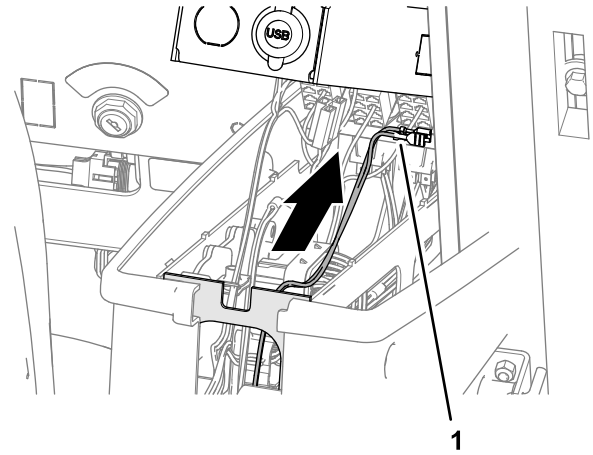

Figura 99
3. Enrute la rama del arnés de cables marcada REMOTE ENGAGE SWITCH hacia el panel del brazo (Figura 99).